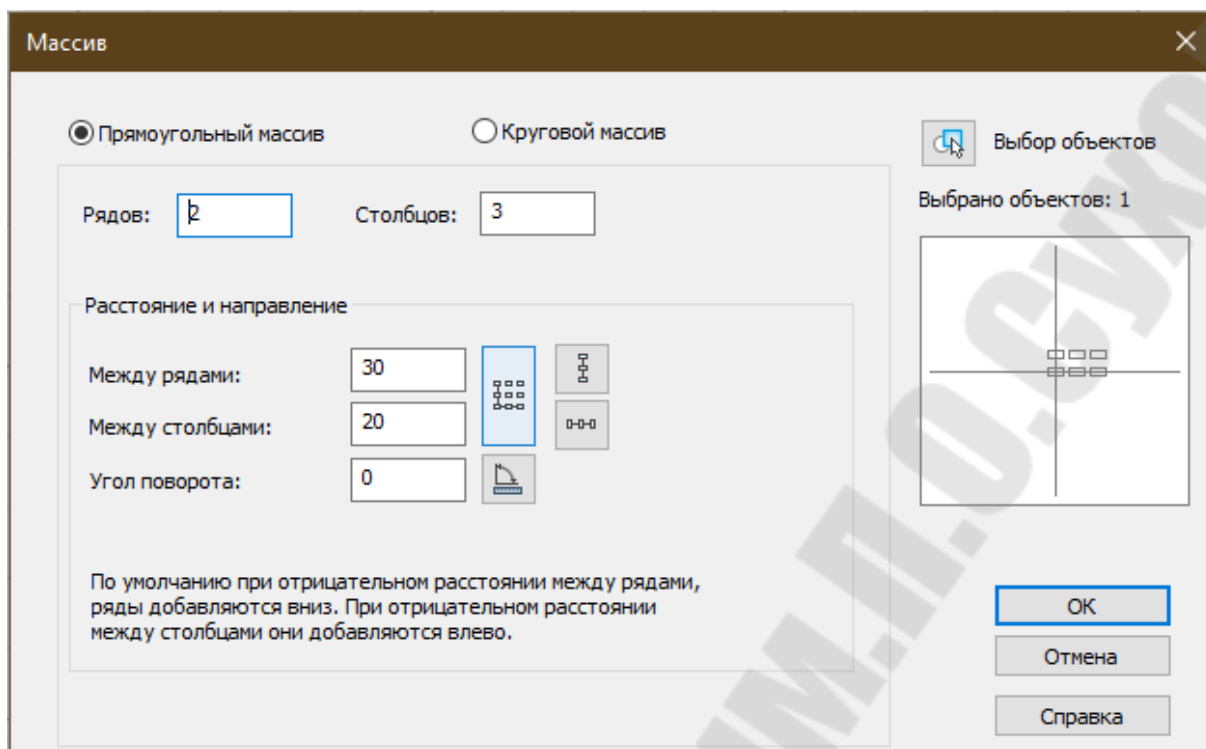

Рис. 3.184 Диалоговое окно Массив в режиме Прямоугольный массив
Диалоговое окно *Массив* (рисунок 3.184) содержит переключатель типа массива: *Прямоугольный* или *Круговой* массив.
4. Заполняем поля параметров прямоугольного массива в соответствии с условиями примера (рисунок 3.184).